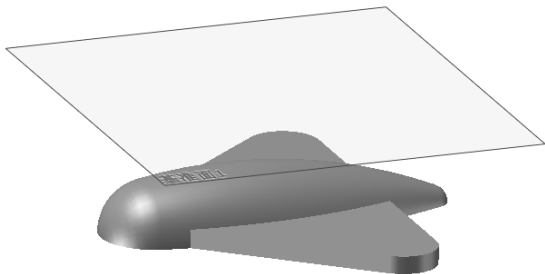

图 9-111 创建基准面
8) 创建基准面。单击“特征”控制面板“参考几何体”下拉列表中的 （基准面）按钮，系统弹出图 9-110 所示的“基准面”属性管理器。选择“前视基准面”为第一参考，输入距离为“35”。单击属性管理器中的 ✓（确定）按钮，结果如图 9-111 所示。